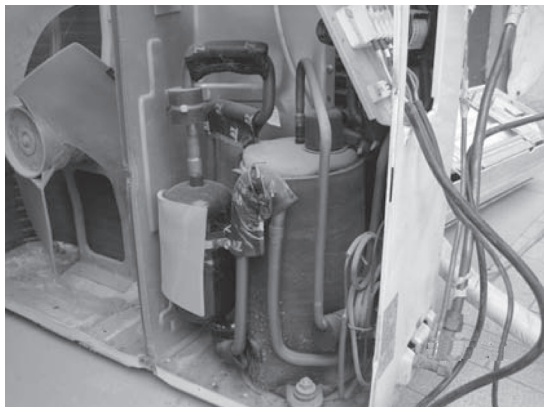

图 7-28 打开室外机机壳
3) 首先检查室外机，打开室外机机壳，如图 7-28 所示。